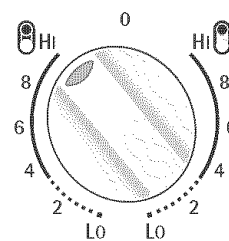

Figura 1
2. Oprima y gire la perilla de control a la izquierda (Ver Figura 1) para calentar la porción del elemento de Punte para un utensilio de cocina normal o gírela a la derecha (Ver Figura 2) para utensilios más grandes o de forma rectangular.